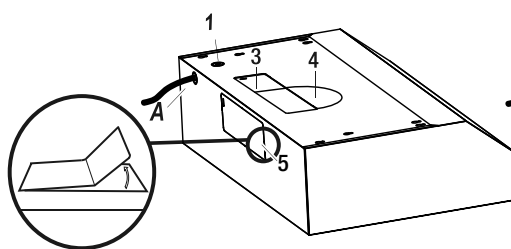

Fig. 10
- Use el cable de alimentación para conectar la campana de extracción (A) directamente a la caja de derivación o la caja de disyuntores. Use únicamente un cable flexible, reforzado o de cobre con cubierta no metálica. Nunca utilice un cable de extensión ni un enchufe adaptador.
- Conecte un conector conductor listado por UL o aprobado por CSA a cada extremo del cable de alimentación eléctrica (en la campana extractora y en la caja de derivación). Conecte los 2 cables de color de la campana de extracción (A) a los cables correspondientes de la fuente eléctrica: negro a negro (vivo), blanco a blanco (neutral) y el cable a tierra doméstico al tornillo verde a tierra. Utilice el orificio superior (1) o el posterior (2) de la campana de extracción, como se muestra en la Fig. 10, dependiendo de su tipo de instalación.
- Escoja el orificio de ventilación para su tipo de instalación. Utilice los orificios superiores (3 y 4) para una instalación de ventilación ubicada en la parte superior y el orificio posterior (5) para una instalación de ventilación ubicada en la parte posterior. Consulte la sección de Instalación del regulador para obtener más información.
- Con cuidado, retire la cubierta (3, 4 o 5) de la abertura de ventilación adecuada con ayuda de un destornillador plano y unas pinzas de punta (consulte la Fig. 10). Tenga cuidado de no dañar ningún componente interno al quitar los orificios ciegos y de no dejar restos dentro de la campana extractora (A).